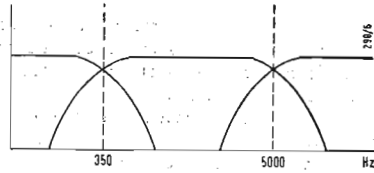

**Fig. 1** ▲
**R** - Le resistenze di griglia dello stadio finale (fig. 1 di pag. 26 del n. 7 - luglio '57) de-
3) Pubblichiamo le curve di risposta e di distorsione dell'amplificatore 11 W descritto a pag. 29 del n. 7-57 in fig. 1 sono date le curve in funzione della frequenza e della regolazione dei toni: col potenziometro degli acuti al massimo e con quello dei bassi al mi-
nimo, si esaltano i 20 kHz di + 10 dB e si attenuano i 20 Hz di - 10 dB; viceversa col regolatore degli acuti al minimo e con quello dei bassi al massimo si esaltano i 20 Hz di + 10 dB e si attenuano i 20 kHz di circa -20 dB; nelle posizioni intermedie dei regolatori di toni si possono ottenere tutte le condizioni comprese fra gli estremi di fig. 1, quindi anche la costanza della risposta fra 20 e 20.000 Hz.